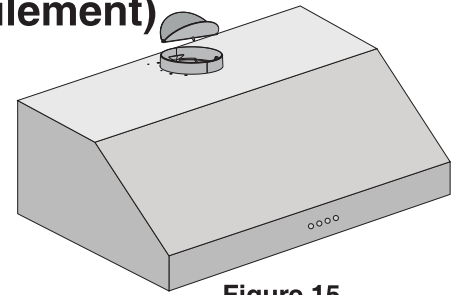

Figure 15
- Fixez l'obturateur du clapet sur le dessus de la hotte (voir figure 15).